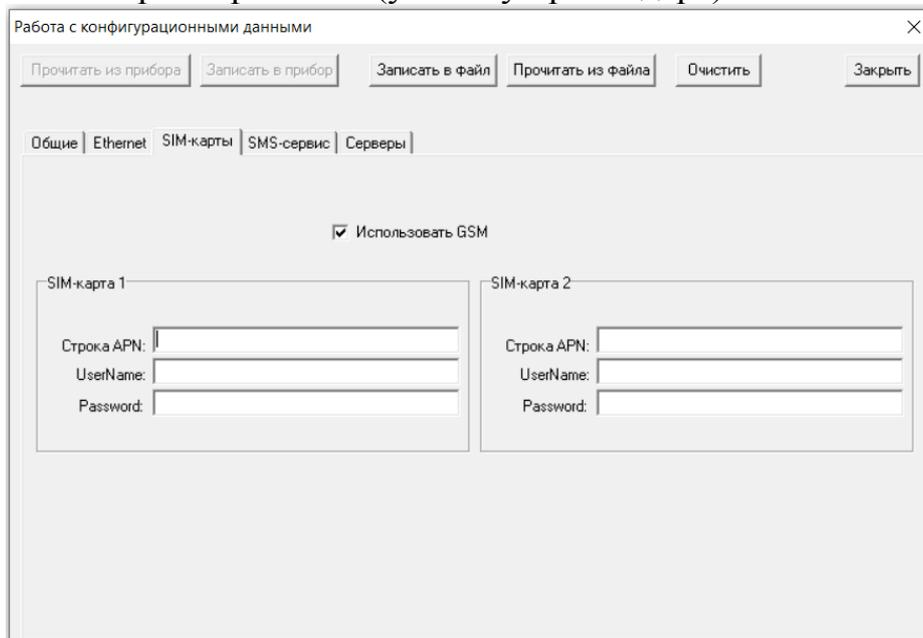

Рисунок 6.5
- При использовании канала GSM перейти на вкладку "SIM-карты" и установить галочку "Использовать GSM". Установить параметры APN (при необходимости) SIM-карты 1 и (в случае использования) SIM-карты 2 (Рисунок 6.5). Для основных операторов России задавать параметры нет необходимости, так как будут использованы настройки по умолчанию. При необходимости возможно изменить параметры GSM (узнать у провайдера).